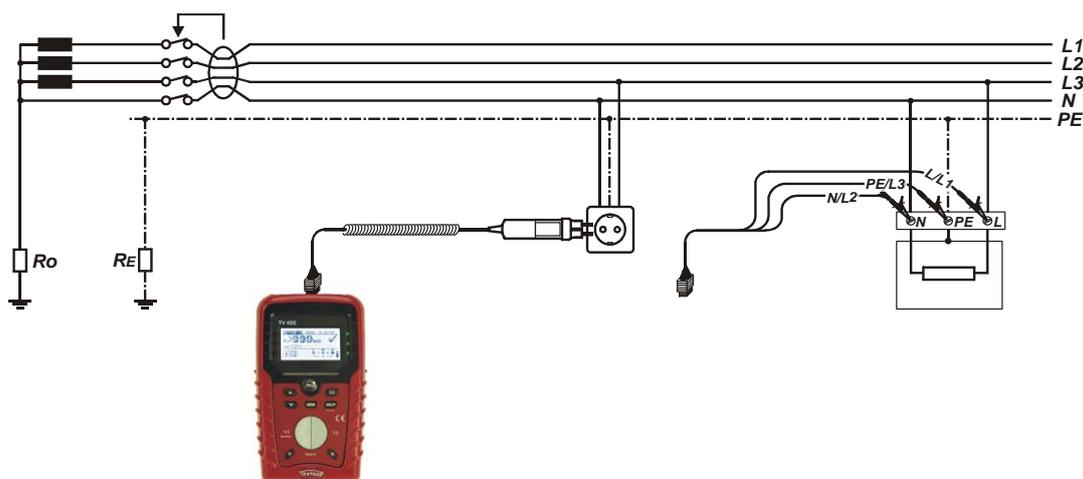

Bild 5.17: Anschluss des Plug Commanders (Netzsteckeradapter) und des Universalprüfkabels
- ❑ **Schließen** Sie die Prüflitungen am Prüfling **an** (siehe Bild 5.17).
- **Schließen** Sie die Prüflleitungen am Prüfling **an** (siehe *Bild 5.17*).
<ul style="list-style-type: none"> <input type="checkbox"/> Wählen Sie mit dem Funktionswahlschalter die Funktion RCD. <input type="checkbox"/> Setzen Sie die Unterfunktion auf AUTO. <input type="checkbox"/> Stellen Sie (bei Bedarf) die Prüfparameter ein. <input type="checkbox"/> Schließen Sie das Prüfkabel am Instrument an. <input type="checkbox"/> Schließen Sie die Prüflitungen am Prüfling an (siehe Bild 5.17). <input type="checkbox"/> Drücken Sie die Taste TEST, um die Messung durchzuführen. 	Start der Prüfung